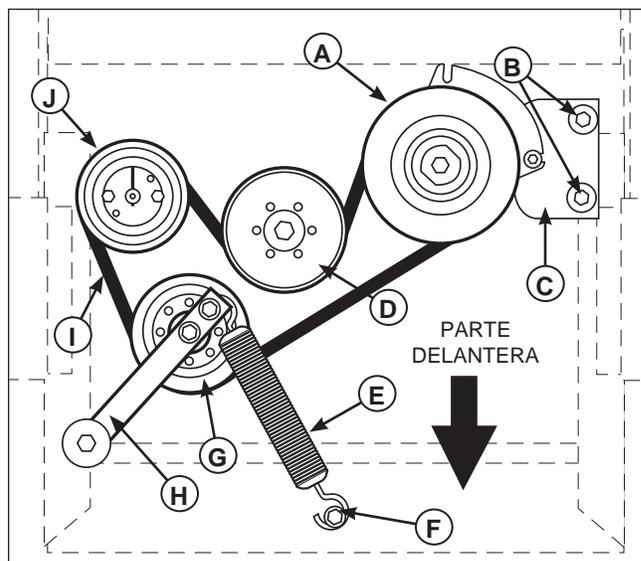

Figura 23. Correa de empuje de la bomba (S/N: 2015675570 y abajo)
- Retire los pernos de anclaje del embrague (B, figura 23) que fija el cojinete de anclaje del embrague (C) al anclaje.
- Presione hacia delante el brazo secundario libre y saque el resorte de tensión de la correa desde el perno de anclaje del resorte (F).